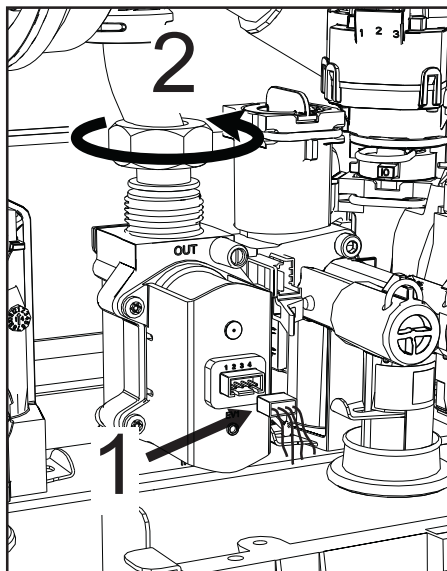

fig. 66 -
- Maak de elektrische aansluitingen "1" ("fig. 66 -") los.
- Ontkoppel de gastoevoerleiding "2" ("fig. 66 -")